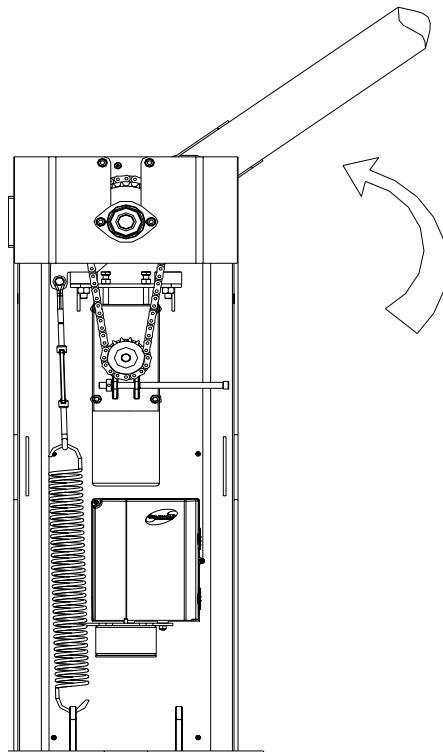

**Abb. 5**
- Den Bügel der Gleitbacke fixieren, ohne die Schrauben festzustellen (Abb. 5).